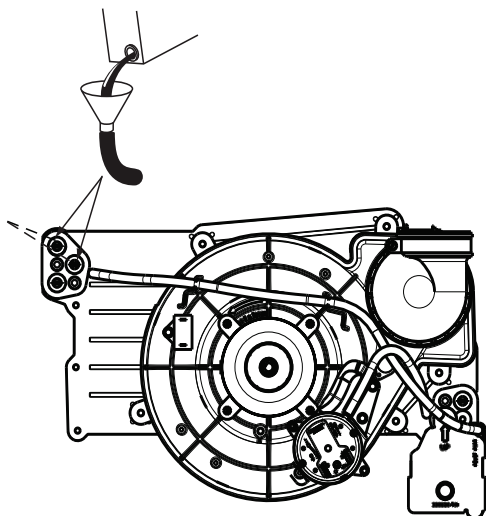

Figure 62 – Amorçage du siphon de condensat
1. Retirez les bouchons de vidange central et supérieur du collecteur, à l'opposé du siphon de condensat. Consultez la Figure 62.
2. Raccordez le tube de 16 mm (5/8 po) de diamètre intérieur, fourni sur place, accompagné de son entonnoir, au raccord d'évacuation supérieur de la boîte collectrice (consultez la Figure 62).